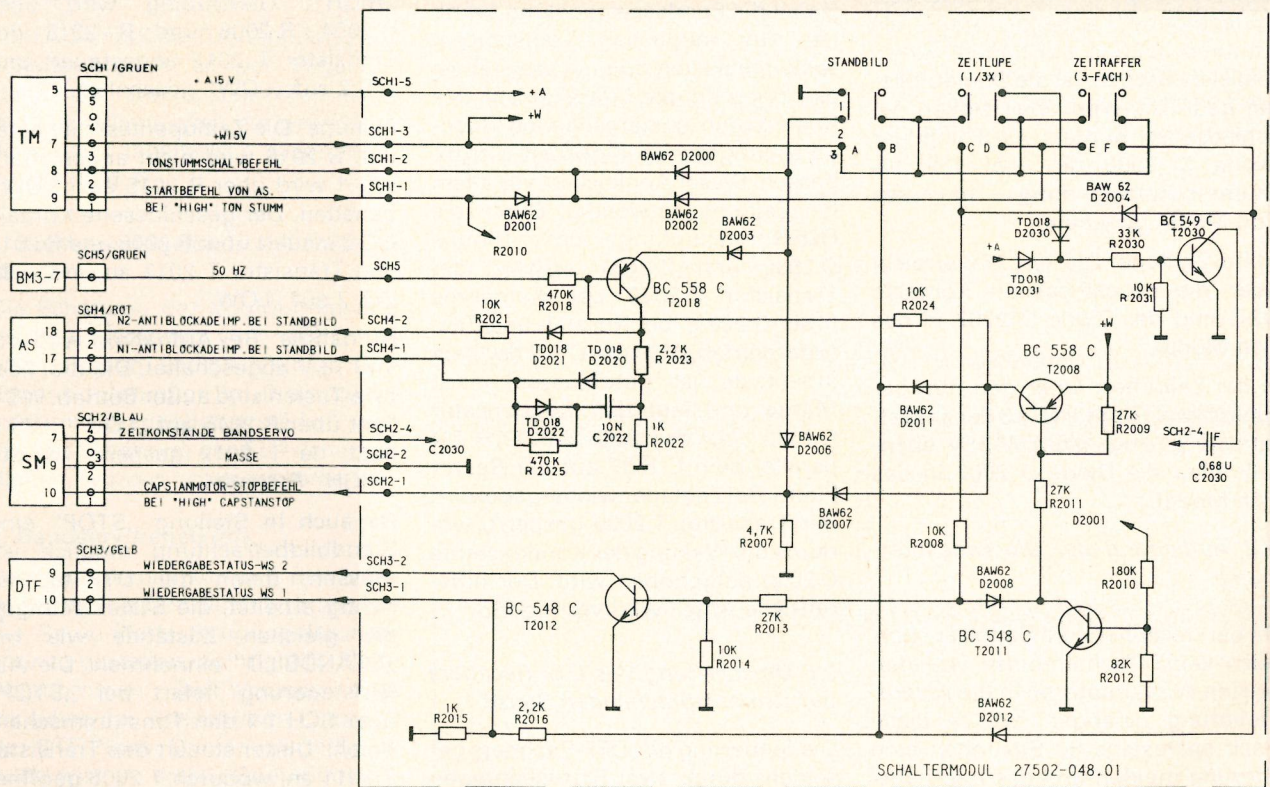

Bild 2 Schaltbild „Schaltermodul“
2. Schaltermodul 27502-048.01 (Schaltbild Bild 2)